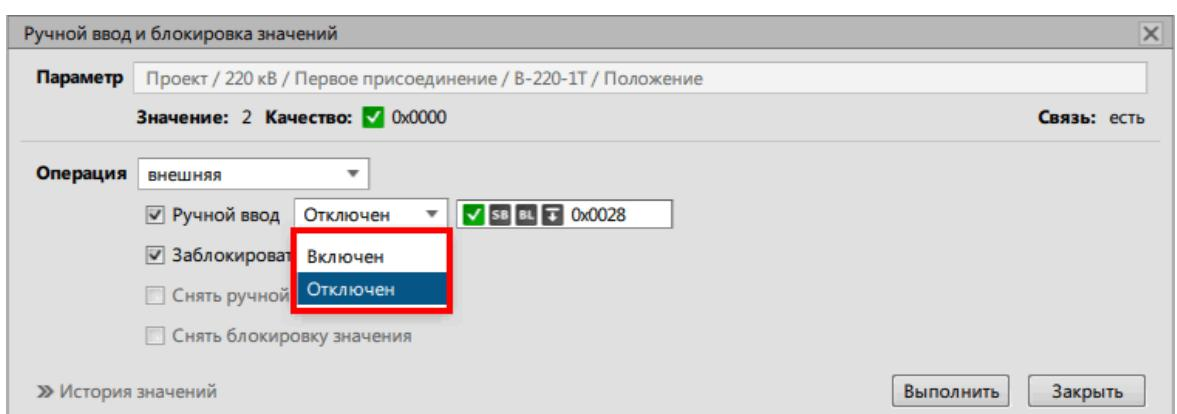

Рисунок 171 - Внешняя операция
- c. Выберите состояние/значение (Рисунок 171).